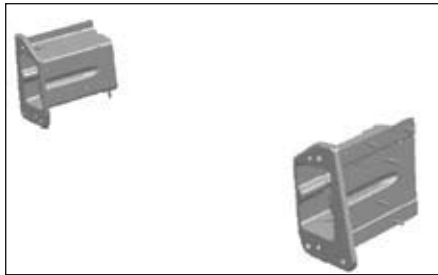

FIG.11
• Préparer les zones d'accostage et couper le nouvelle pièce (Fig.11).